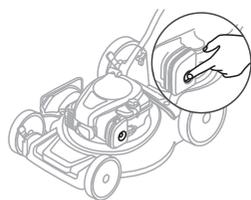

Fig.6B
2. Pulsar la bombilla del cebador 3 veces antes de arrancar el motor. (Fig.6B)